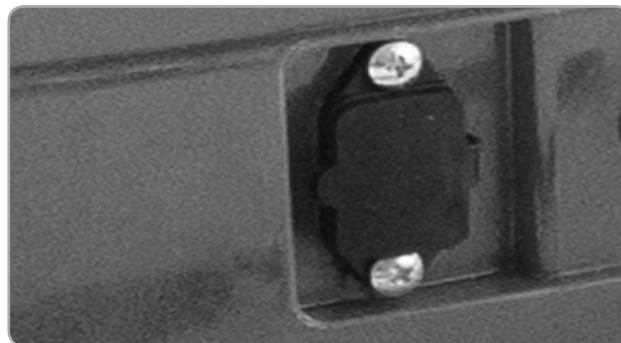

Fig.15
- După îndepărtarea protecției de cauciuc, conectați încărcătorul la pompă și apoi introduceți ștecherul într-o priză de curent electric 220V. Fig 15